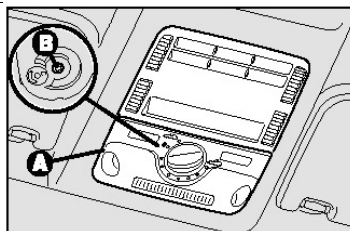

рис.89
- Нажать на пазы плафона, для того чтобы отстегнуть пружины и извлечь передний плафон **А.рис.89**.